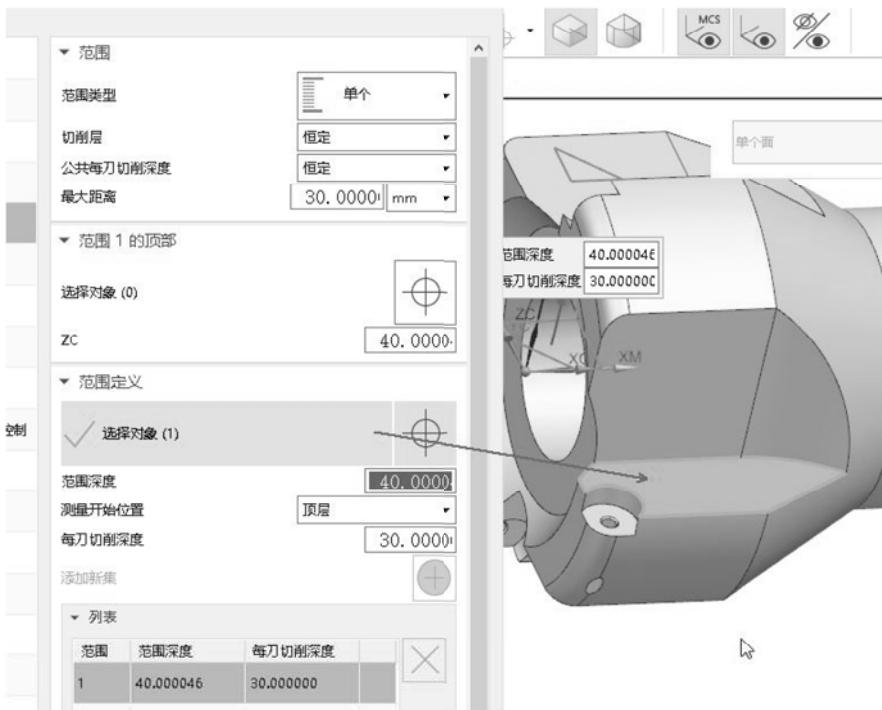

图 3-22 设置范围深度
(7) 限定加工深度, 选取零件底面作为加工深度范围, 具体设置如图 3-22 所示。